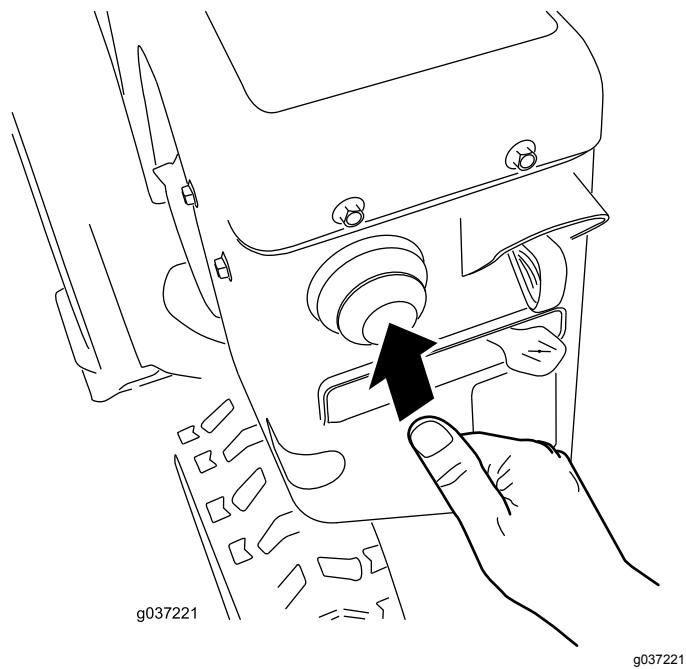

Рисунок 21
4. С усилием нажмите кнопку заливного насоса большим пальцем, как показано в таблице ниже, каждый раз на секунду удерживая ее в нажатом состоянии перед отпуском (Рисунок 21).